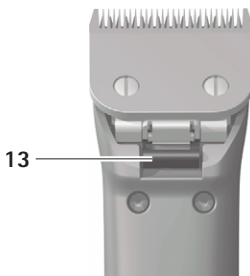

Fig. 4
- Presionar el bloqueo del cabezal de corte 13, ver Fig. 4.